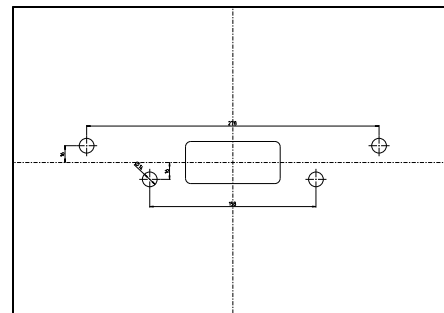

Fig. 2 : Cotes de perçage
- Cotes de perçage pour tiges d'ancrage, voir Fig. 2.